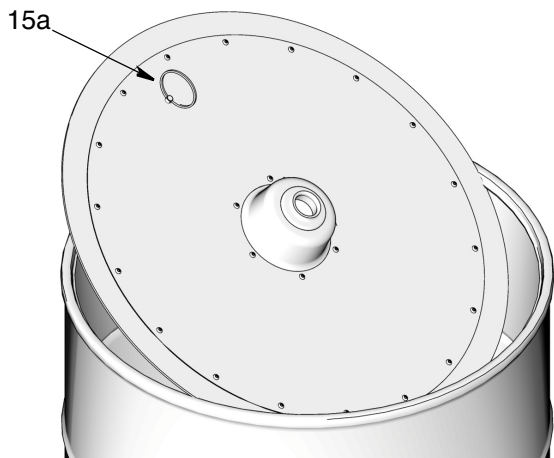

Рис. 24
4. Если это уже имеющаяся установка, вытолкните из бочки кольцо упорной пластины (15а), чтобы снять саму упорную пластину (15) (Рис. 24). Положите упорную пластину на чистую бумагу, картон или чистые куски ткани. **НЕ КЛАДИТЕ ЕЕ ПРЯМО НА ПОЛ.**